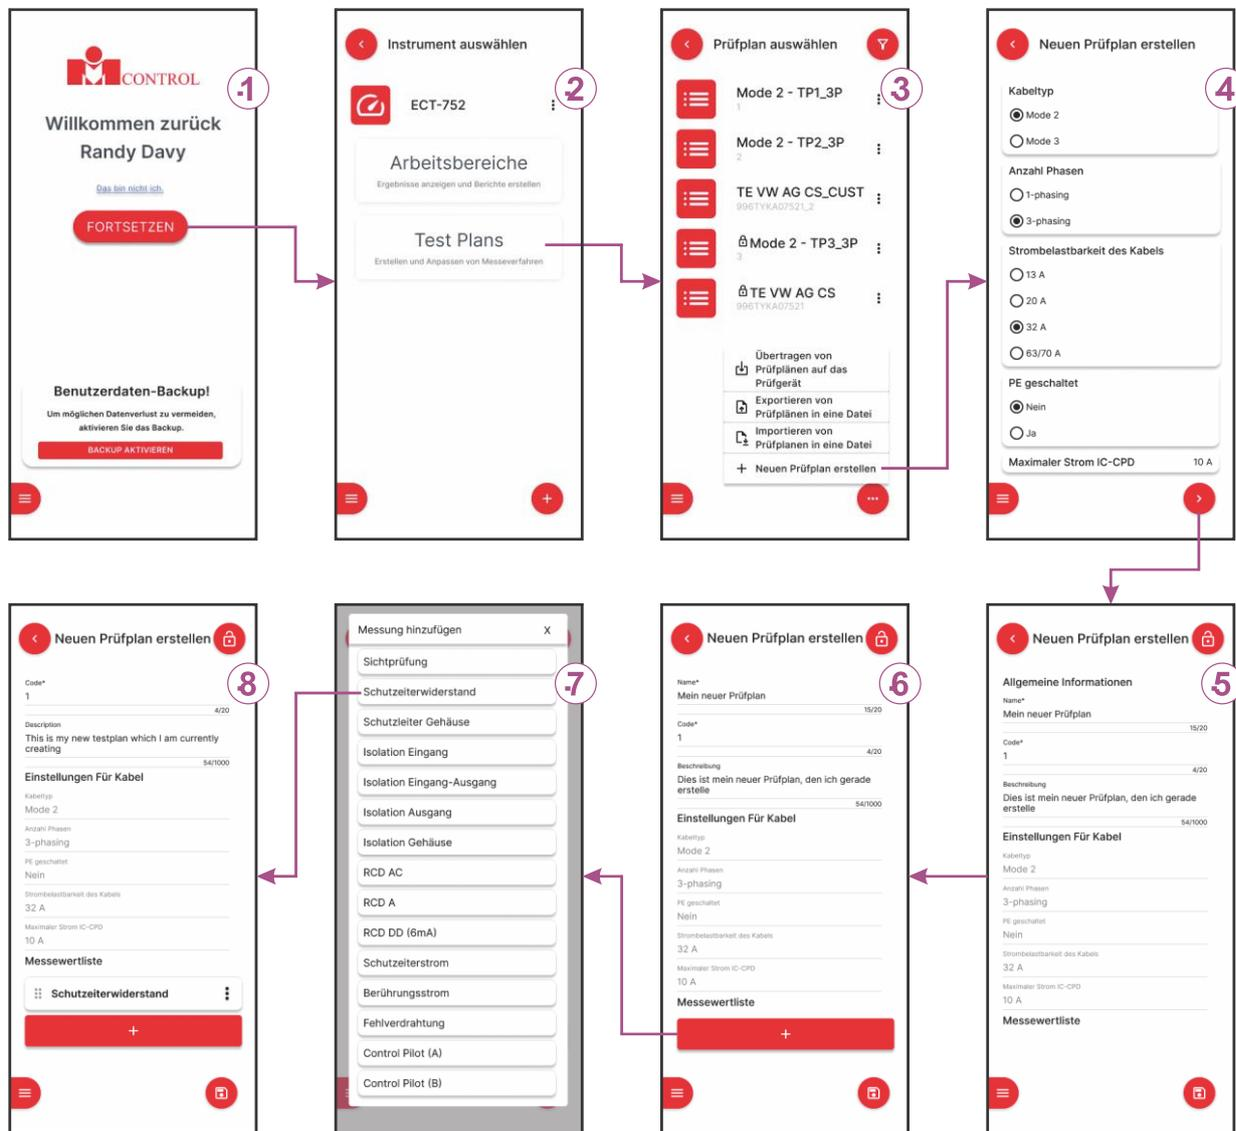
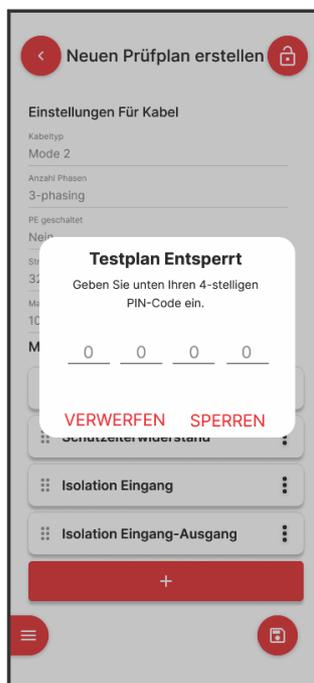

Abbildung 11: Prinzip des Erstellens eines neuen Prüfplans
Abbildung 13: Eingegebene PIN
- Öffnen Sie die Anwendung, das Hauptmenü wird angezeigt, siehe Bildschirm 1 in Abbildung 11.
Prüfpläne können nur in der Anwendung "MiControl" erstellt oder bearbeitet werden. Um einen neuen Prüfplan zu erstellen, folgen Sie den in Abbildung 11 dargestellten Bildschirmen.
Erläuterung der Bildschirme auf dem Bild Abbildung 11:
- Beginnen Sie auf Bildschirm 3 in Abbildung 11, klicken Sie auf das gewünschte Feld für den Prüfplan und dann auf  ⇒ Sie benötigen eine 4-stellige PIN (persönliche Identifikationsnummer), siehe Abbildung 13. Geben Sie Ihre PIN ein.